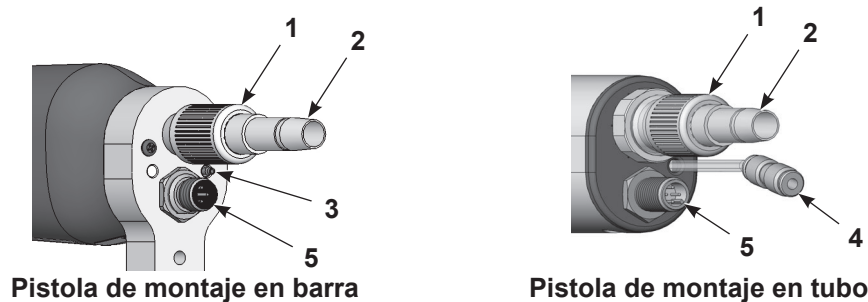

Figura 3-8 Conexiones de pistola - Pistolas de montaje en barra y en tubo
4. Ver la Figura 3-8. Conectar el tubo de limpieza al racor dentado (3) (pistola de montaje en barra) o a la unión de tubo (4) (pistola de montaje en tubo).
5. Conectar el cable de la pistola al tomacorriente de pistola (5) y apretar bien la tuerca del cable.
6. Conectar la manguera de polvo al conector de manguera (2). El conector puede desconectarse de la pistola desenroscando la tuerca de retención (1) y tirando de él hacia atrás para extraerlo del conector de manguera.